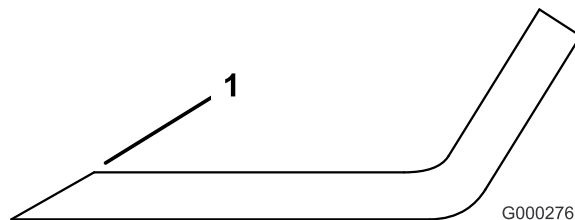

Figure 66
1. Au moyen d'une lime, aiguissez les tranchants aux deux extrémités de la lame (Figure 66).